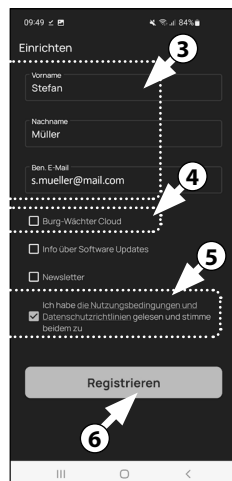

Fig. 3
- 3 Introduza o seu nome e um endereço de e-mail (Fig. 3).
- 4 Selecione o ponto: "BURG-WÄCHTER Cloud", que não é necessário para a configuração e, portanto, pode ser negligenciado no início (Fig. 3). Uma explicação sobre este tópico pode ser encontrada nas instruções principais em nosso site (veja o link na página inicial).
- 5 Leia e aceite os termos de utilização e a política de privacidade (Fig. 3).
- 6 Toque em "Registar" (Fig. 3).